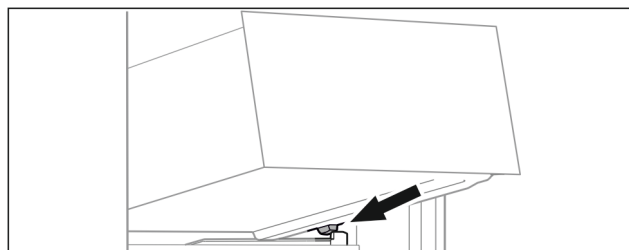

Fig. 58
- Applicare il cassetto inclinandolo dietro i fermi sulla nervatura del contenitore. (vedere Fig. 58)